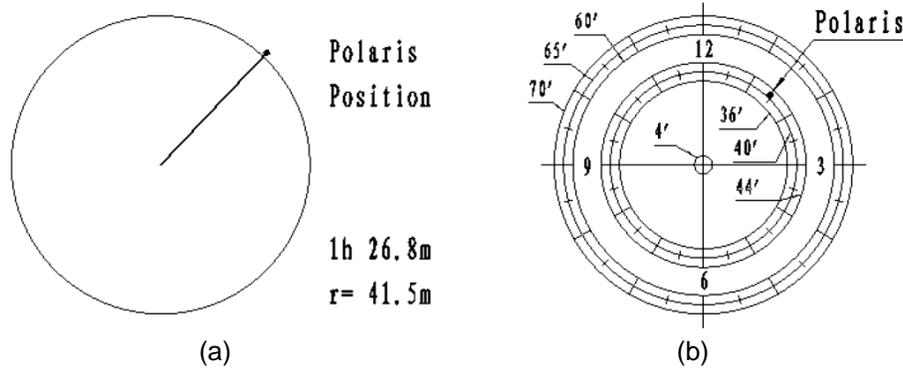

Figura 10
5. Premere il pulsante **MENU** e selezionando "**Align**" e quindi "**Polaris Position**" per visualizzare la posizione della stella polare (Polaris) sullo schermo LCD della pulsantiera, così come rappresentato in Figura 10(a). Ad esempio: il 30 Maggio 2010, alle ore 20:00:00 a Boston, Lat. N42°30'32" e Long W71°08'50"), GMT -5 la posizione della polare è 1h26.8m (Se il luogo di osservazione è ubicato nell'emisfero Sud utilizzare la stella Sigma Octantis per l'allineamento polare.)
6. Seguire la procedura di allineamento polare per regolare la montatura in Azimuth e Latitudine fino a portare la polare nella stessa posizione- sul reticolo del cannocchiale polare -, indicata sul display LCD della pulsantiera LCD, come nell'esempio di Figura 10 (b).